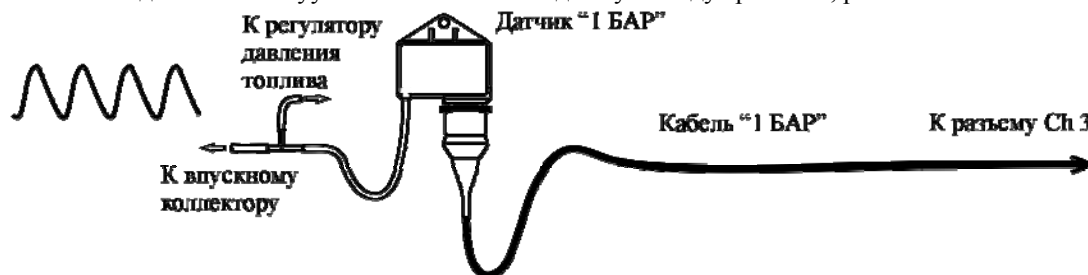

Рис. 15. Подключение датчика «1БАР».
8. Вакуумную трубку датчика «1БАР» с помощью пластикового тройника подключите к штуцеру для отбора вакуума из впускного коллектора двигателя, предварительно отсоединив от него штатный вакуумный шланг. Подключите освободившийся вакуумный шланг к свободному выводу тройника, рис. 15.